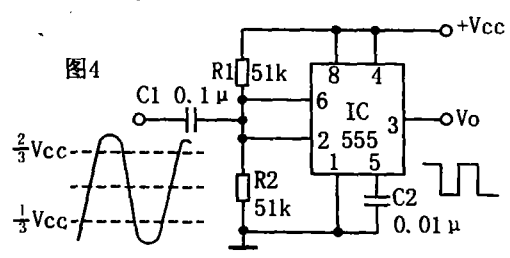

图4
施密特触发器电路原理如图4所示。用电阻器R1、R2等值电阻器把IC第②、⑥脚的直流电位置于电源电压1/2Vcc处, 输入交流电压通过电容器C耦合, 其值在2/3Vcc~